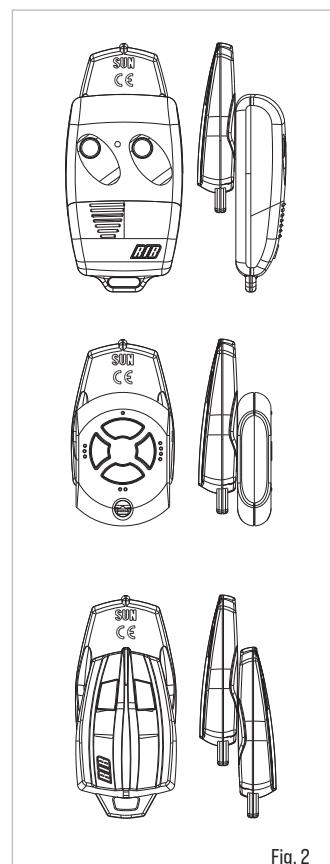

Fig. 2
3. Während der Zeit von 15 s einer der Tasten auf der Fernbedienung (z.B. Kanal A, kann auch Kanal B, C oder D sein) für die Registrierung in SUN CLONE 2.0 drücken, wie beschrieben in Fig. 2.
N.B.: Die Klonung wie in Fig. 2 beschildert ausführen, Fernbedienung auf SUN CLONE 2.0. Eine abweichende Position erlaubt keine exakt gleiche Klonung.